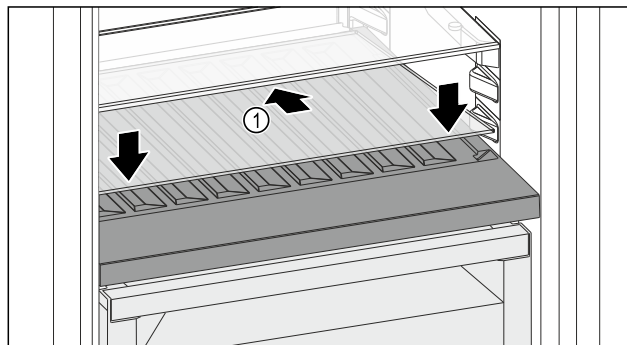

Fig. 129
- ▶ Вставьте стеклянную пластину Fig. 129 (1) наискосок и с уклоном назад вниз.
- ▶ Опустите стеклянную пластину Fig. 129 (1) спереди.